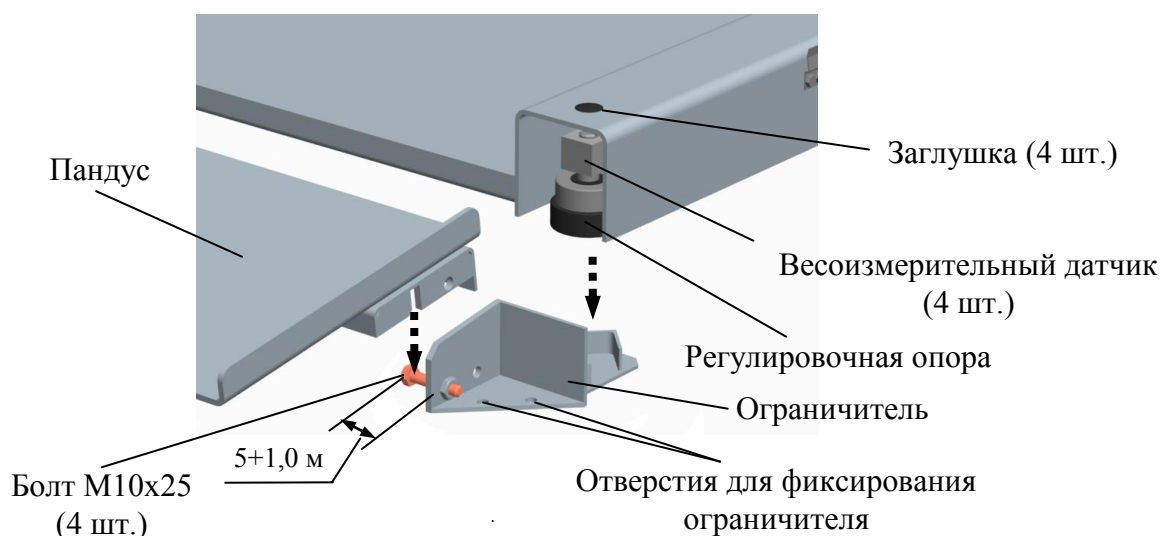

Рисунок 4.2 – Сборка модуля взвешивающего 4D-LA
4.3.3 Отрегулируйте болты в ограничителе так, чтобы зазор между головкой болта и стенкой ограничителя был $5 \pm 1,0$ мм (см. рис. 4.2).
4.3.4 Поочередно приподнимая каждый из четырех углов платформы, подложите ограничители под регулировочные опоры датчиков и установите пандусы (см. рис. 4.2).
При необходимости зафиксируйте ограничитель болтами M10 (8 шт.) через отверстия (см. рис. 4.2). Болты для фиксирования ограничителя в комплект поставки не входят.